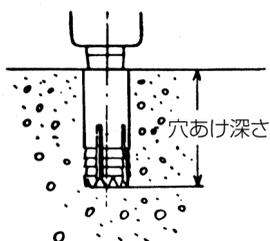

図 7
- (2) スイッチを入れ、自穿孔アンカーで下穴をあけます。（図 7）